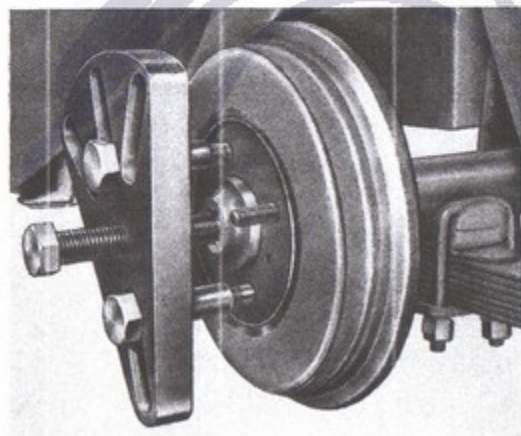
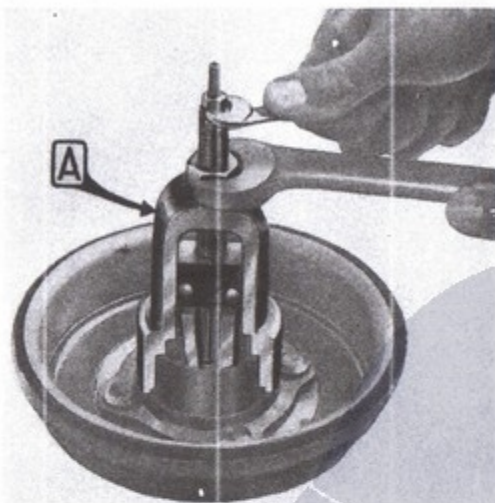

Fig. 73.
Fig. 87.
- Estrarre i mozzi con tamburo freno dagli alberi differenziali, dopo aver tolto le coppiglie ed i dadi, usando l'estrattore A. 6469 (fig. 73).
- Togliere i mozzi delle ruote con i tamburi dei freni usando l'estrattore A. 6469 (fig. 73) e smontare eventualmente gli anelli esterni dei cuscinetti a rulli dai mozzi delle ruote mediante l'estrattore A. 6511 (fig. 87).